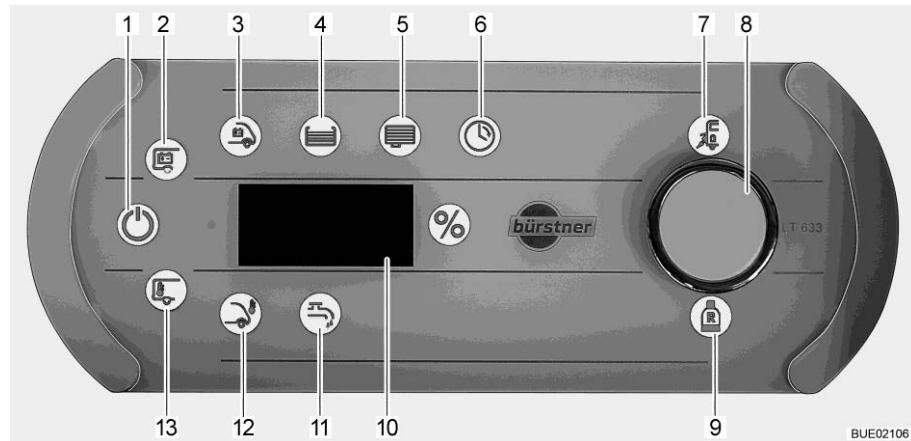

Bild 189 Panel LT 633
Symbolen för nätkontroll (Bild 189,7) tänds när fordonet försörjs med 230 V-nätspänning. Batterierna laddas.
- Tryck kort på vridknappen (Bild 189,8). Symbolen 12 V PÅ (Bild 189,1) lyser. Om symbolerna 12 V PÅ och bodelsbatteriet (Bild 189,2) blinkar tre gånger, stängs strömförsörjningen av.
- Tryck på vridknapp (Bild 189,8) och håll den intryckt i ca 5 sekunder. Symbolen för bodelsbatteriet (Bild 189,2) blinkar och på indikeringen (Bild 189,10) visas "On".
- Släpp vridknappen. Symbolen 12 V PÅ (Bild 189,1) lyser. Spänningsförsörjningen är påslagen.
- Vrid på vridknappen tills symbolen för vattenpump (Bild 189,11) tänds. På displayen visas det aktuella kopplingsläget ("On" eller "OFF").
När vattenpumpen är påslagen, lyser symbolen för vattenpumpen (Bild 189,11).
- Vrid på vridknappen tills symbolen för bodelsbatteri (Bild 189,2) tänds. Batterispänningen för bodelsbatteriet visas på indikeringen under ca. 20 sekunder (t. ex. "13,8U" för 13,8 volt).
- Vrid på vridknappen tills symbolen för startbatteri (Bild 189,3) tänds. Batterispänningen för startbatteriet visas på indikeringen under ca. 20 sekunder.
Visa tankens fyllnadsnivå: ■ Vrid på vridknappen tills symbolen för vattentank (Bild 189,4) tänds. Symbolen "%" lyser. Vattentankens fyllnadsnivå visas i ca 20 sekunder.
■ Vrid på vridknappen tills symbolen avloppstank (Bild 189,5) tänds. Symbolen "%" lyser. Avloppstankens fyllnadsnivå visas i ca 20 sekunder.
Symbolen för reservgasflaska (Bild 189,9) tänds när reservgasflaskan används.
■ Vrid på vridknappen tills symbolen innetemperatur (Bild 189,13) eller utetemperatur (Bild 189,12) lyser. På indikeringen visas den utvalda temperaturen.
- Vrid på vridknappen tills symbolen klocka (Bild 189,6) tänds.